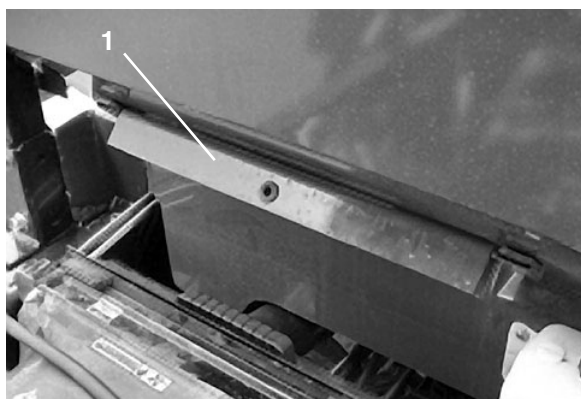

Figure 33
Utilisation de la béquille de sécurité du plateau (Fig. 33 & 34)
2. Retirez la béquille de sécurité des supports de rangement au dos du panneau de la protection anti-retournement (Fig. 33).